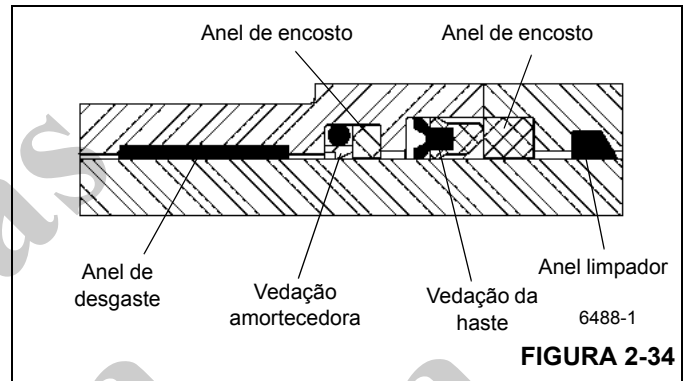

FIGURA 2-34
14. Instale a vedação amortecedora, os anéis de encosto e a vedação da haste na cabeça, assegurando que as vedações sejam montadas corretamente e instaladas na direção correta (Figura 2-34).